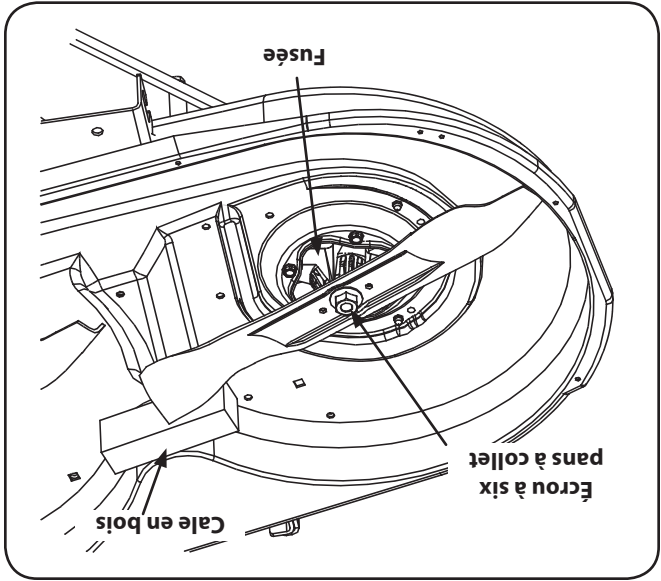

Figure 7-9
2. De l'arrière, insérez un rochet d'entraînement de 3/8 de pouce dans le trou carré du support de la poulie de tension. Voir la Figure 7-9.